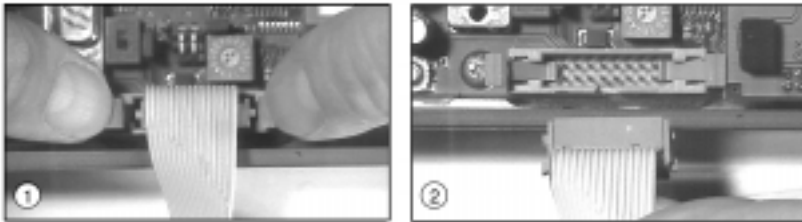

Bild 6.11: Lösen des Flachbandkabels im MA 10
Die beiden Gehäusehälften sind jetzt nur noch über das Flachbandkabel miteinander verbunden. Sie können das Flachbandkabel auf der Elektronik-Leiterplatte zur besseren Zugänglichkeit auch wie in Bild 6.11 gezeigt lösen.
- Drücken Sie vorsichtig, wie in Bild 6.11 unter ① gezeigt, gleichzeitig die beiden Arretierungshebel des Flachbandkabel-Steckverbinders nach unten, um die Verbindung zu lösen.
Das Kabel ist nun frei (② in Bild 6.11), und Sie können die Gerätehälfte mit der Elektronik und den Anschlussklemmen zum unbehinderten Anschließen abnehmen.